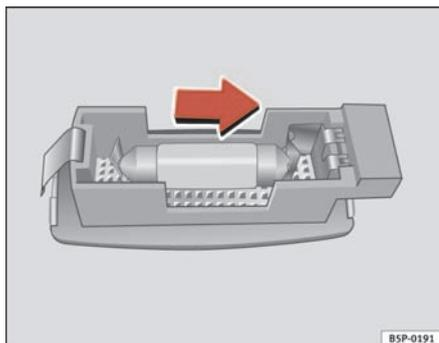

Fig. 192 Démontage de l'éclairage du pare-soleil
- Retirez le feu avec précaution en utilisant la partie plate du tournevis comme indiqué sur la figure ⇒ fig. 192.
- Retirez la lampe en la bougeant dans le sens de la flèche et vers l'extérieur ⇒ fig. 192. ■